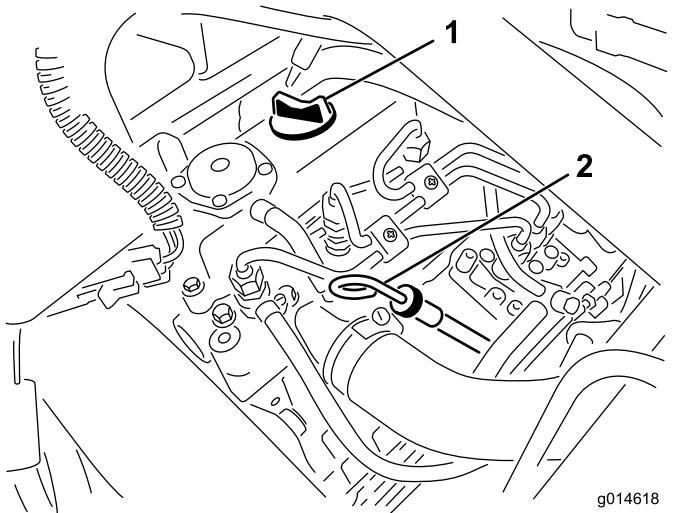

Figura 27
- Togliete l'asta di livello ed asciugatela con un panno pulito (Figura 27).